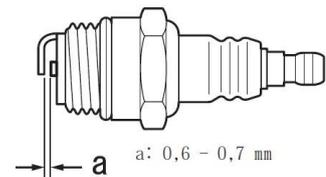

Fig. 20
**ATTENZIONE!** In caso di difficoltà di messa in moto della motosega controllare la candela (Fig. 20).
**ATTENZIONE!** Se il motore non si avvia è possibile che la candela (Fig. 20) sia umida; in questo caso rimuoverla, asciugarla e quindi tirare la corda di avviamento diverse volte prima di rimontare la candela, per pulire e ventilare la camera di combustione.
2. Motore ingolfato	2. Smontare e asciugare la candela (Fig. 20) (vedi paragrafo "CANDELA")